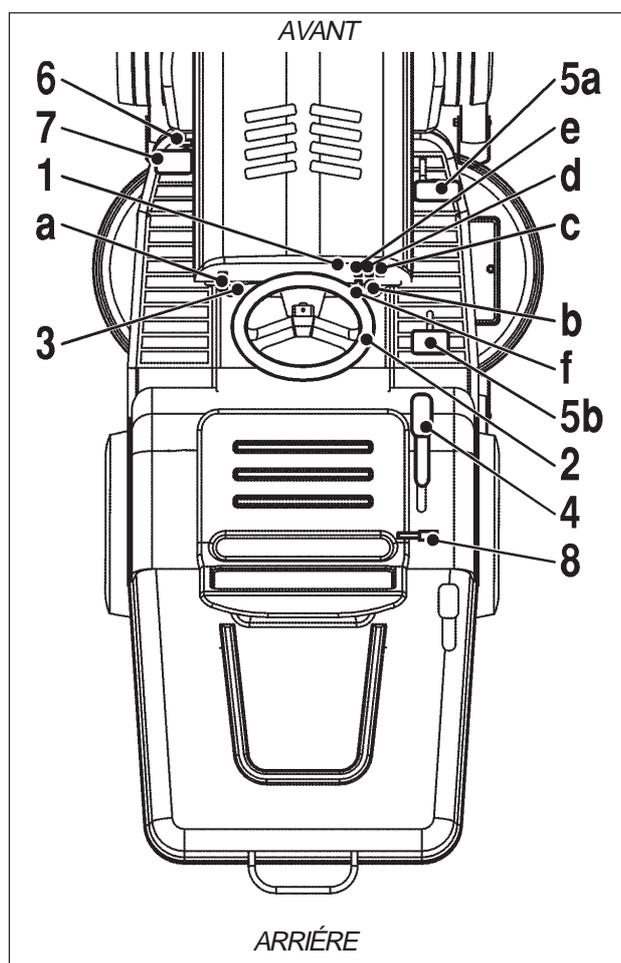

Fig. 11
1. Tableau de bord (fig. 11)
FONCTIONNEMENT ET DESCRIPTION (FIG. 11)
En position T, le système de coupe S'ARRETE automatiquement et reste ARRETE même si le levier de hauteur de coupe est de nouveau abaissé. Pour reprendre la coupe, il faut appuyer sur le bouton-poussoir de réarmement (Voir Fig. 11, pièce 1.e).